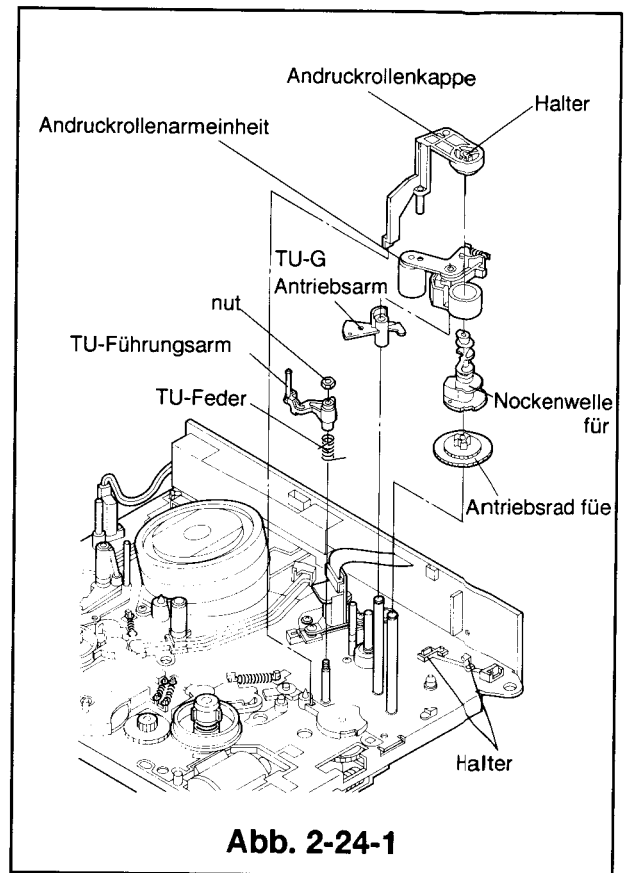

Abb. 2-24-1
- ① Den in Abb.2-24-1 gezeigten Halter lösen und die Kappe der Andruckrolle anheben, um sie auszubauen.
- ② Die Andruckrollenarmeinheit anheben und herausnehmen.
- ③ Die Nockenwelle und den TU-G Antriebsarm von der Achse abnehmen.
- ④ Die zwei Halter des Betriebsartenschalters lösen, und das Antriebsrad für die Andruckrolle von der Achse abnehmen. Den Betriebsartenschalter nur so weit anheben, daß das Antriebsrad herausgenommen werden kann (Achtung: Die Anschlüsse des Betriebsartenschalters nicht abbrechen).
- ⑤ Die Mutter am oberen Ende des TU-Führungsarms mit einem 5.5 mm Schraubenschlüssel lösen.
- ⑥ Den TU-Führungsarm anheben und herausnehmen.
- ⑦ Die TU-G Feder herausnehmen.